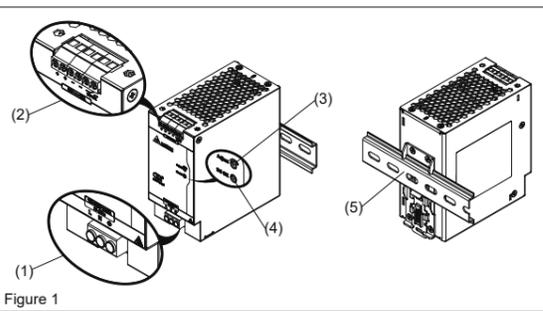

Figure 1
2. Device description (Fig. 1)
4.1. Input connection (Fig. 1, Fig. 6)
For AC input connections, use L, N and PE connections on the input terminal connector (see Fig. 1 (1)) to establish the 100-240Vac connection. Fig. 6 shows the connection to the various network types.
4.2. Output connection (Fig. 1 (2))
Use the “+” and “-” screw connections to establish the 24Vdc connection. The output provides 24Vdc. The output voltage can be adjusted from 24 to 28Vdc on the potentiometer. The green LED DC OK displays correct function of the output (Fig. 1 (4)). The device has a short circuit and overload protection and an over voltage protection limited to 35Vdc.
2. Description de l'appareil (Fig. 1)
- Potentiomètre de réglage de tension continue (CC)
5.1. Raccordement d'entrée (Fig. 1, Fig. 6)
Pour les connexions d'entrée CA, utilisez les raccords L, N et PE sur le connecteur de la borne d'entrée (voir Fig. 1(1)) afin d'établir la connexion 100-240 Vca. Le raccordement aux divers types de réseau est représenté à la Fig. 6.
4.2. Raccordement de sortie (Fig. 1 (2))
Utilisez les bornes à vis « + » et « - » pour relier au 24 Vcc. La sortie délivre un courant en 24 Vcc. La tension de sortie peut être réglée entre 24 et 28 Vcc à l'aide du potentiomètre. Le voyant DEL OK vert indique le bon fonctionnement de la sortie (Fig. 1 (4)).